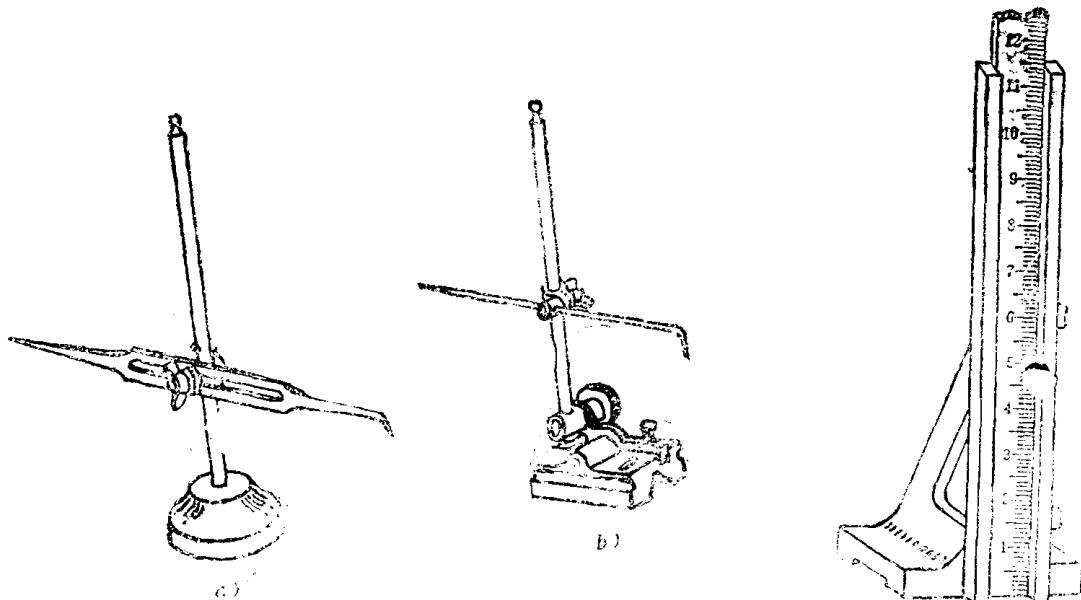

图 2-3 划针盘
(4) 划针盘 划针盘(见图2-3)用来在划线平台上对工件进行划线或找正工件的加工位置。